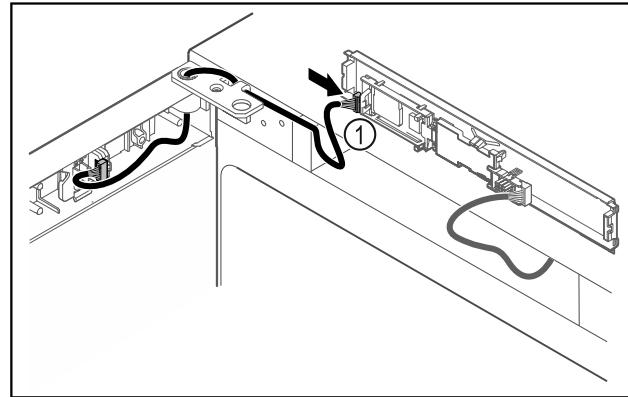

Fig. 43
- Συνδέστε το φίς Fig. 43 (1) στην πλακέτα.